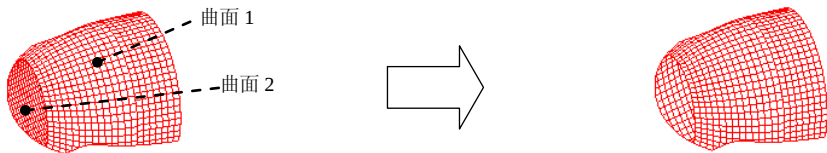

图 6.5.3 “连接”类型
- ☒ 连接 单选按钮: 即连接类型, 合并两个相邻面组, 其中一个面组的边完全落在另一个面组上。如果一个面组超出另一个, 通过单击图 6.5.1 中的 C 按钮或 D 按钮, 可指定面组的哪一部分包括在合并特征中, 如图 6.5.3 所示。